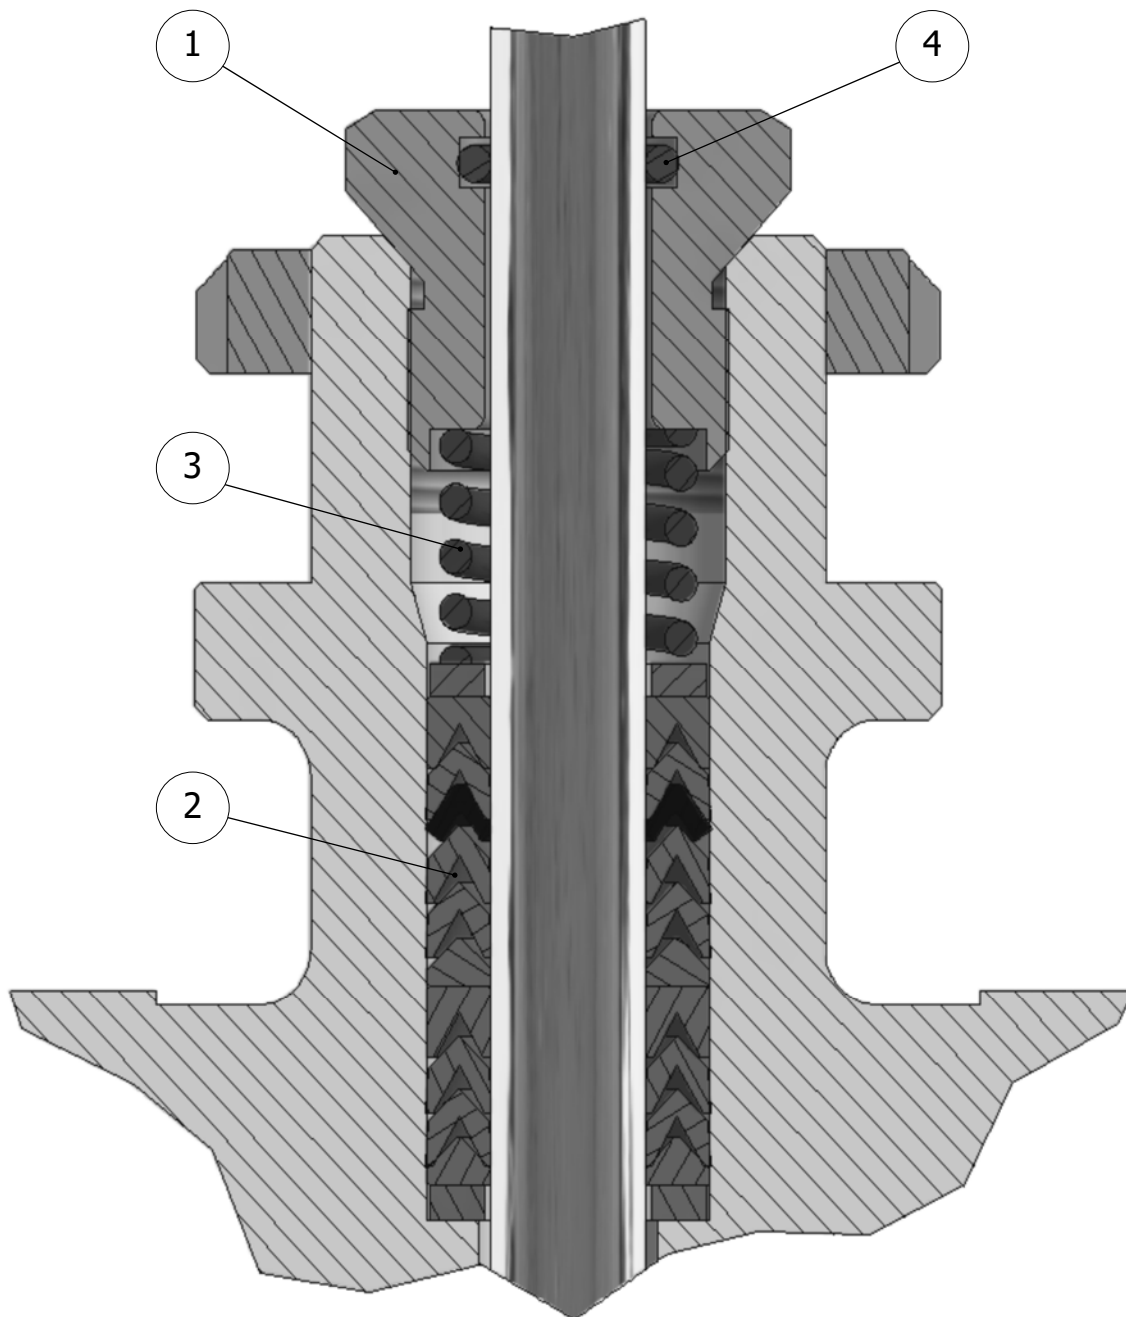

Fig. 8 Pacco tenuta stelo "LL200"
Facendo riferimento alla figura corrispondete al vostro modello di pacco (Fig.8) procedere come segue:
- ◆ Svitare completamente la vite (1).
- ◆ Sostituire l' o-ring (4)
- ◆ Estrarre la molla (3)
- ◆ Estrarre il pacco di tenuta inferiore (2).
- ◆ Inserire il nuovo pacco come indicato nelle Fig.8
- ◆ Avvitare il dado (1) senza portarlo in battuta
- ◆ Serrare il dado (1) come indicato nel capitolo 5